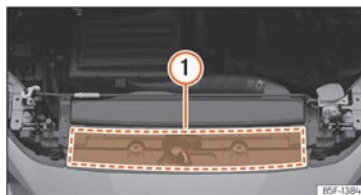

Abb. 210 Im Motorraum: Position des Aufklebers mit Motoröl-Spezifikationen
>>> (Abb. 210) ①. Bei Verwendung des empfohlenen Motoröls kann das Motoröl so oft wie erforderlich nachgefüllt werden.